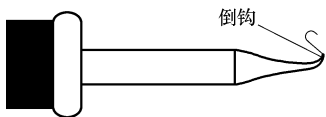

图 1-12 电烙铁头部形成倒钩
4) 电烙铁在使用后头部会出现磨损，长期使用后会出现倒钩，如图 1-12 所示。在对手机集成电路进行补焊时，如果用有倒钩的电烙铁去补焊，烙铁头上的倒钩容易将集成电路的引脚或印制电路板上的铜箔线弄断，造成集成电路或印制电路板损坏，甚至导致手机报废。